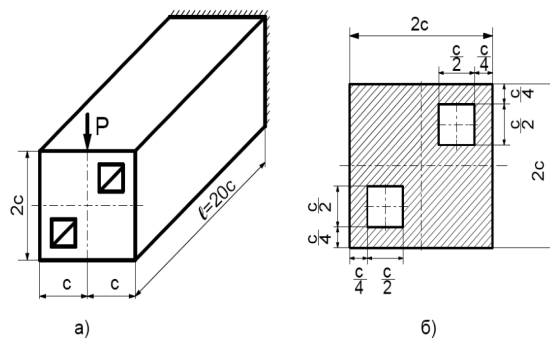

Рисунок 9
**Задача СМ-9.** Брус с размерами поперечного сечения  $2c \times 2c$  нагружен вертикальной силой  $P$  на свободном торце. Длина бруса  $l$ . По длине сечения бруса выполнены два отверстия с размерами  $\frac{c}{2} \times \frac{c}{2}$  (рис. 9).